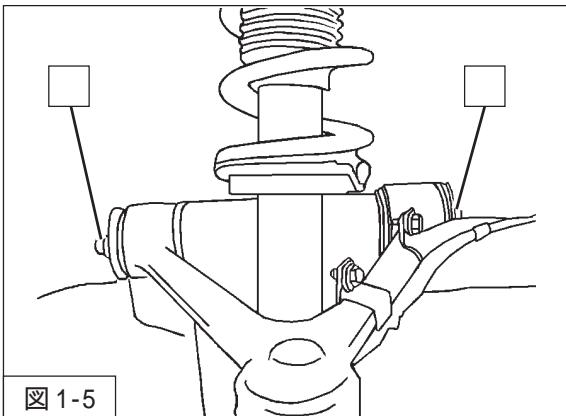

図1-5
- アッパーアーム取付ボルト・ナットを取り外してください。(図1-5)